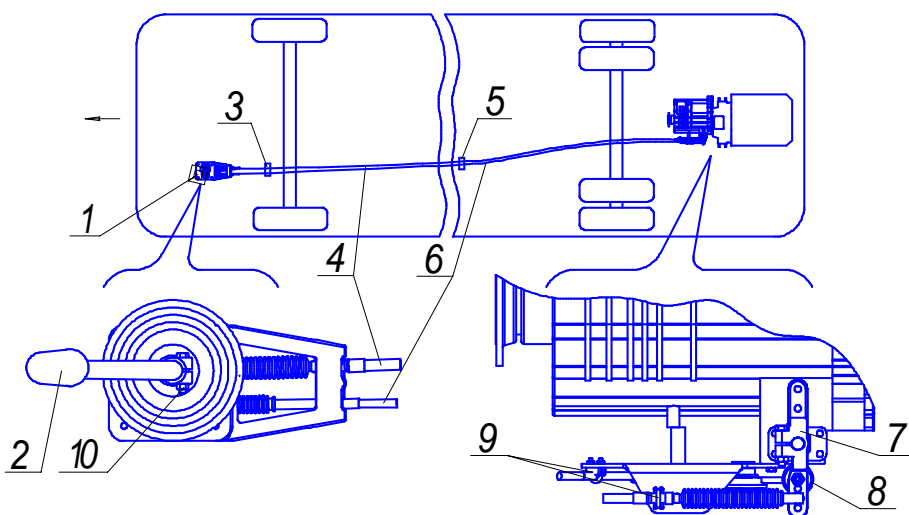

Рис. 1. Привод механизма переключения передач.
1.1. Привод механизма переключения передач (рис.1) - дистанционный, состоит из механизма управления (мастер-опоры) 1 с рычагом переключения передач 2, тросов 4 ,6, рычага 7 и реактивной тяги 8. Оболочки тросов закреплены по длине на основании автобуса двойными хомутами 3, 5.
Транслятор состоит из корпуса 1 с запрессованными шариковыми подшипниками, на который устанавливаются рычаг выбора 2 с отверстием под шаровый наконечник реактивной тяги и рычаг транслятора 3 с тремя отверстиями А для крепления шарового наконечника троса. Корпус транслятора с рычагами выбора и транслятора стягиваются болтами 4 и гайками 5 и фиксируются на оси 6 шайбой плоской 7 и шайбой стопорной 8. Ось транслятора в сборе с корпусом и рычагами устанавливается на кронштейне (поз. 9 рис.1) и крепится гайкой 9.